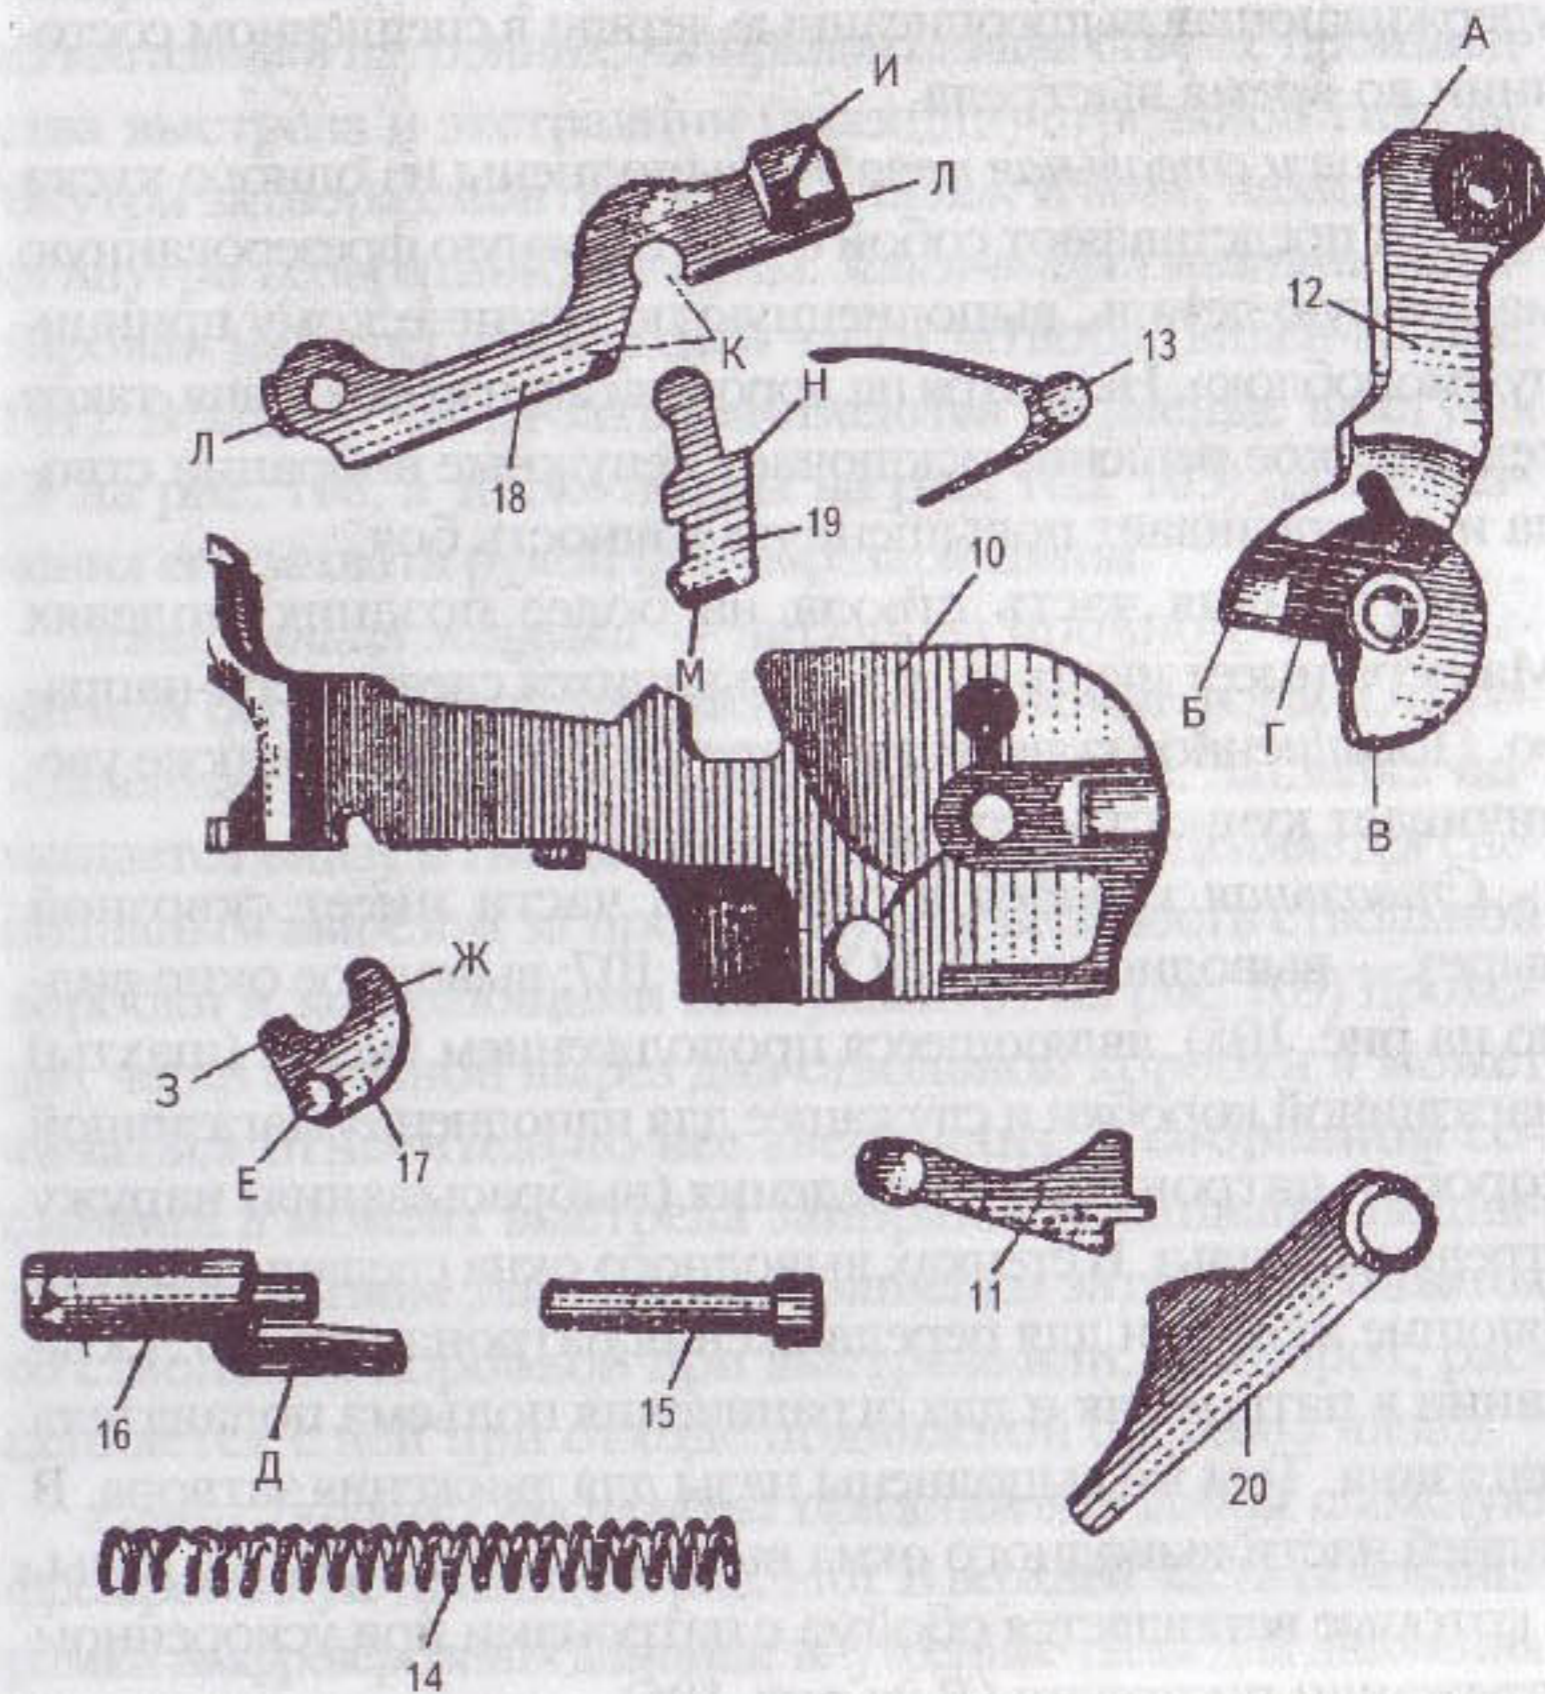

Рис. 112. Вкладыш разобранный:
Боевая пружина воздействует на овальный нижний выступ курка (В на рис. 112) посредством направляющего стержня (15). Другим концом боевая пружина посредством упора боевой пружины (16) нажимает на серьгу (17), которая может вращаться на цапфах. В собранном оружии боевая пружина (14) находится в «поджатом» состоянии.
В собранном пистолете длинное плечо серьги (Ж на детали 17, рис. 112) постоянно нажимает на запирающую защелку, подпружинивает ее и стремится держать запирающую защелку в опущенном (от затвора) положении. Кроме того, воздействие боевой пружины через серьгу и запирающую защелку, закрепленную на ствольной коробке, направлено вперед. Таким образом, боевая пружина одновременно выполняет три функции: приводит в движение курок для нанесения удара по ударнику, удерживает запирающую защелку в подпружиненном состоянии для облегчения ее опускания вниз
При движении затвора назад он наезжает на курок, поворачивает и взводит его. Взведенный курок выступом (Б на рис. 112) становится на шептало (И) спускового рычага (18) и удерживается в таком положении до следующего выстрела.